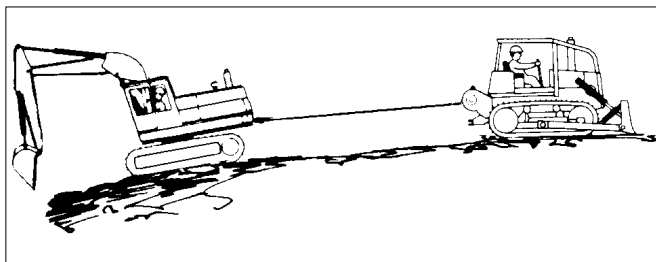

Figura 19 - Come spostare un veicolo in panne (B)
B. Un trattore o skidder dotato di verricello, può impiegarlo per trainare un altro veicolo fuori da fango o altre aree in cui non riesce a muoversi con le sole ruote motrici o cingoli. Cfr. Figura 19. Seguire la seguente procedura.